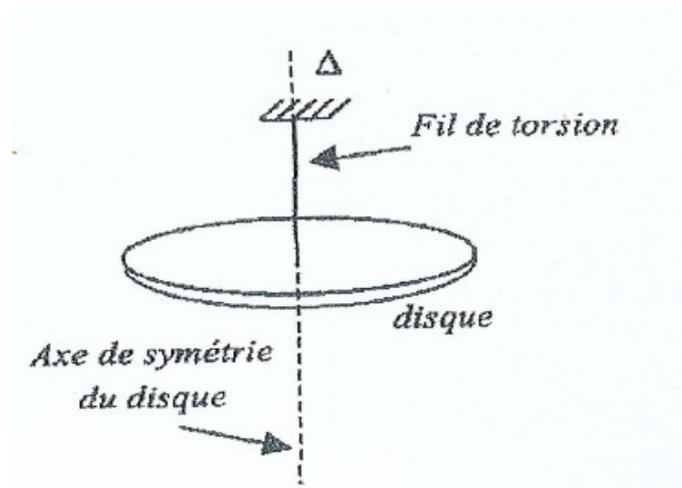

Figure 2: Pendule de torsion autour d'un axe  $\Delta$
Soit un solide possédant un axe de symétrie A (par exemple, le disque du schéma de la figure 2) dont on veut mesurer le moment d'inertie L. Ce solide est fixé à l'extrémité d'un fil de torsion de façon à ce que ce dernier se trouve aligné avec A. Lorsque le solide oscille autour de  $\Delta$ ,  $\vec{M} = -C \cdot \vec{\alpha}$  si les frottements sont négligés. A partir de l'expression (1), il est possible d'écrire :